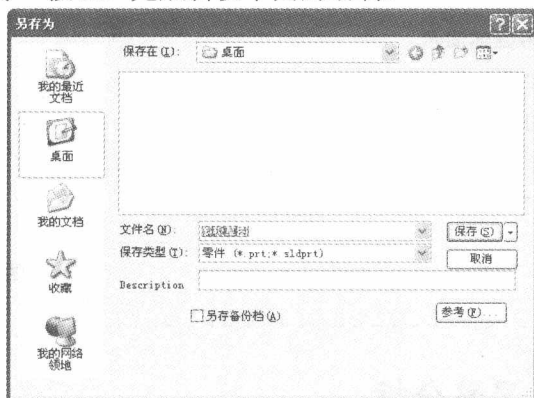

图 1-12 “另存为”对话框
Step15 保存文件。单击菜单栏中的“文件”→“保存”命令, 或者单击“标准”工具栏中的“保存”按钮, 此时系统弹出如图 1-12 所示的“另存为”对话框, 在“文件名”文本框中输入“斜板草图”, 然后单击“保存”按钮, 完成斜板草图的绘制。